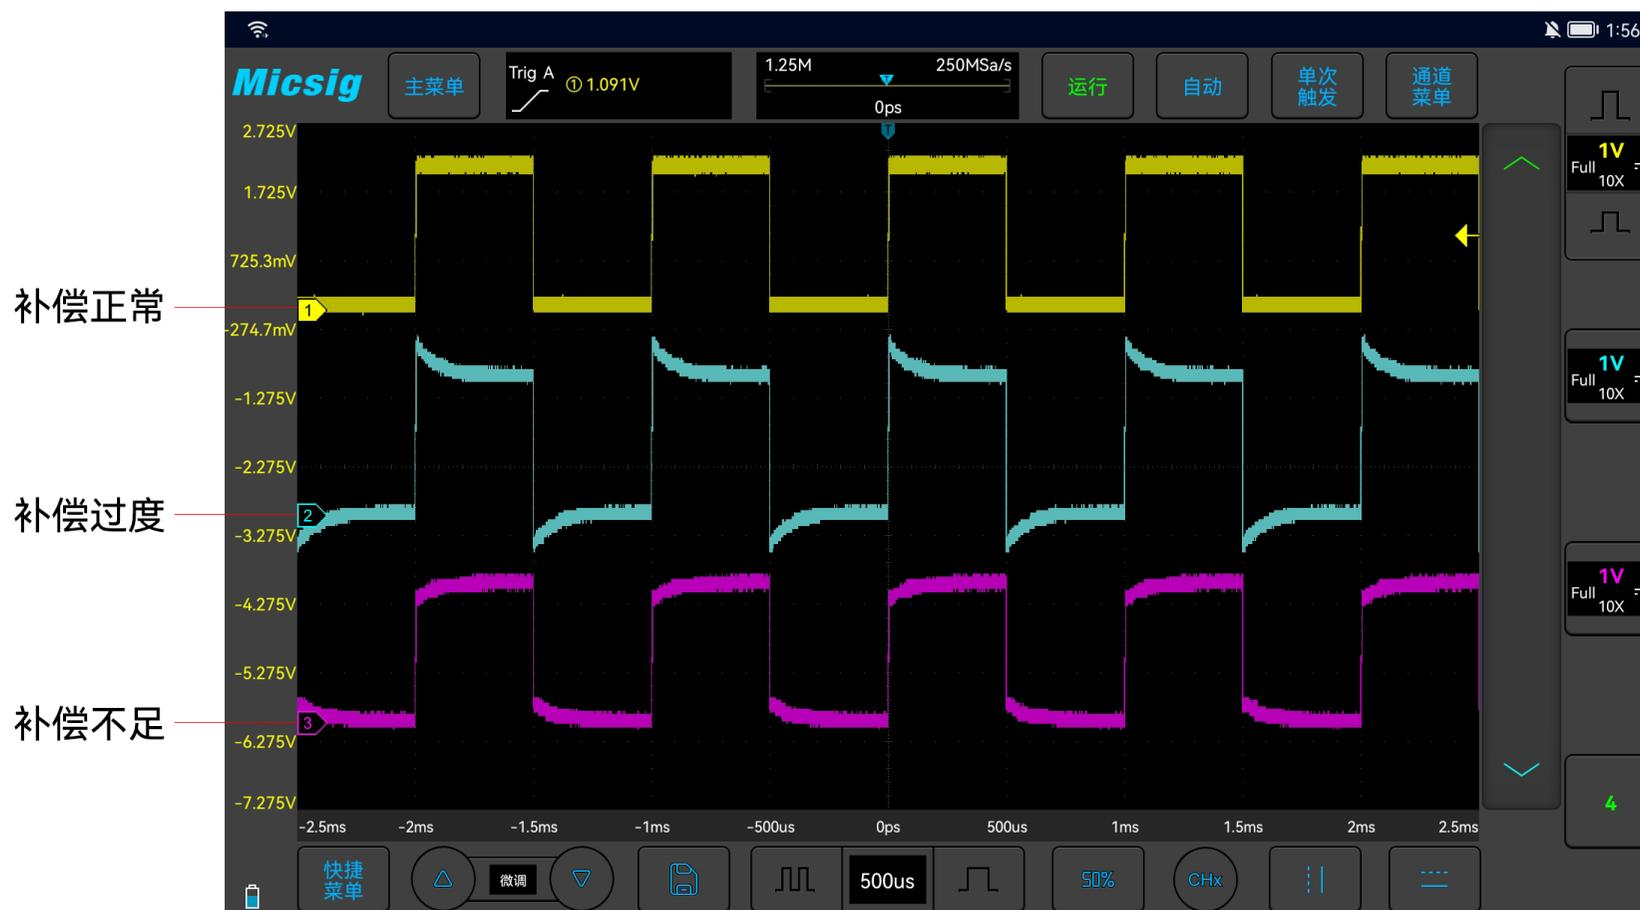

图2-11 探头补偿
- 5) 轻点自动按键或者手动调节波形垂直灵敏度、水平时基。观察波形形状，见图 2-11。